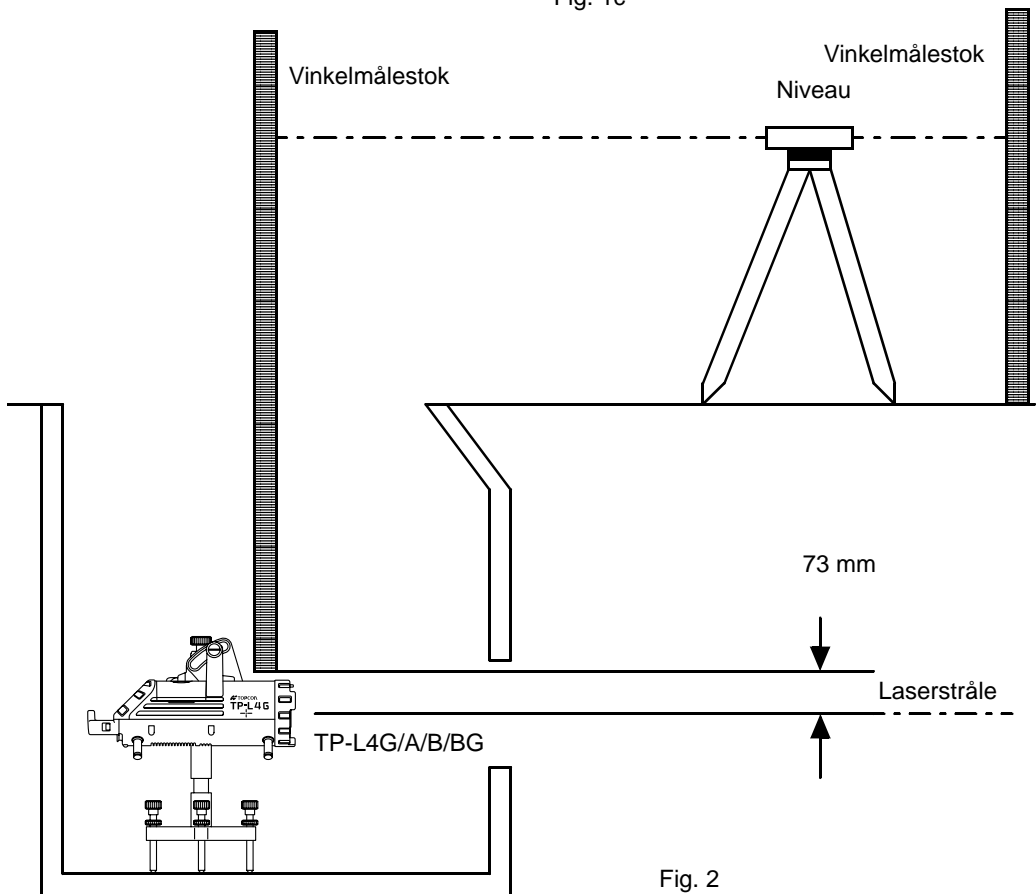

Fig. 2
- 2 Opsæt en plan eller roterende laser mellem mandehullet og forskydningsnavet. Tag en målestokmåling på navet, og tilføj denne måling til det hak, der er angivet på beskyttelsesstolpen. (Fig. 2)
- 3 Placér vinkelmålestokken på oversiden af målestokshåndtagets klemme (hvis der benyttes ben, er højdeoverførsel ikke nødvendig, fordi den forstøbte bund skal placeres i den korrekte højde). Når du måler fra klemmen, skal du huske at tilføje forskydningsafstanden for at centrere strålen. (73 mm) (Fig. 2)